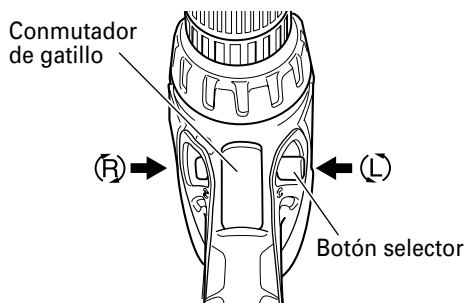

Fig. 11
La broca rota hacia la derecha (mirándola desde atrás) al oprimir el lado R (der.) de inversión. El lado L (izq.) se usa para hacer girar la broca a la izquierda (Vea las Fig. 11). (Las marcas (L) y (R) están en el botón selector.)